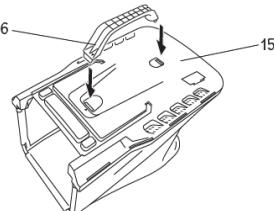

Fig. 4
- instalati manerul rezervorului (16) in orificile de fixare amplasate pe rezervor (Fig. 4); apasati manerul (16) in orificii, fixarea corespunzatoare presupune auzirea unui clic;